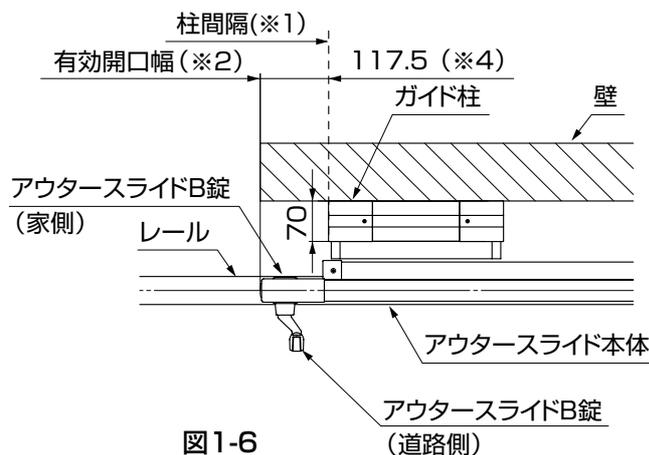

図1-6
- アウターライドB錠を使用する場合は、壁の位置を有効開口幅に合わせることができます。(※4) (図1-6参照)
(2) 壁の背面に施工する場合